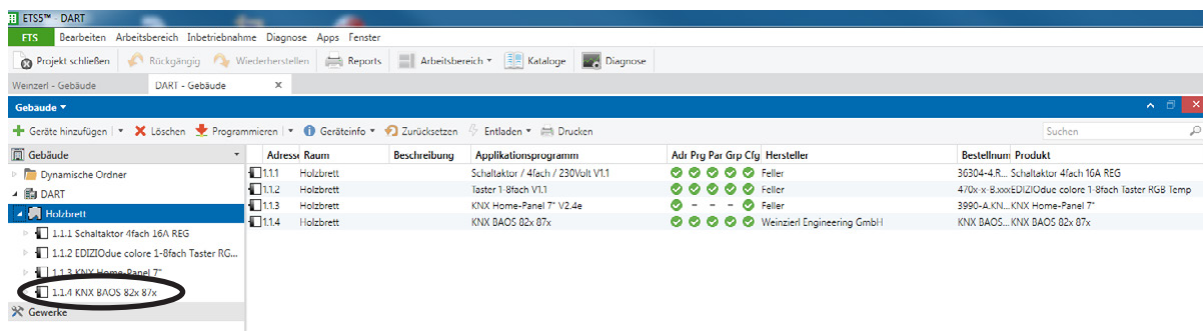

Abb. 4: Exemple d'un projet existant
4. Faites glisser ou copiez l'interface du projet MN Option KNX dans votre projet existant (voir Abb. 4).